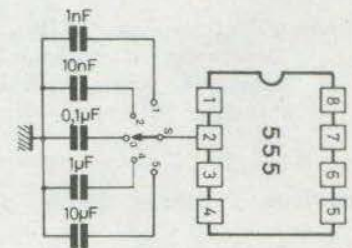

Fig. 5
Le montage mécanique terminé, il ne reste plus qu'à jouer du fer à souder. La figure 5 montre le plan de câblage. L'auteur a, pour sa part utilisé du fil en nappe (9 conducteurs). Le câblage en est simplifié et la présentation améliorée aussi.
L'autre signal (2) sera appliqué normalement à l'entrée  $E_2$  restante, de l'oscilloscope. A la **figure 5** on indique une variante avec plusieurs valeurs de  $C_1$  commutées par S. A noter que l'alimentation  $V_{cc}$  permettra un marquage d'autant plus prononcé que  $V_{cc}$  sera élevé. La fréquence f sera de 5 à 10 fois celle du signal à étudier qui peut être de 1 V crête à crête au minimum.